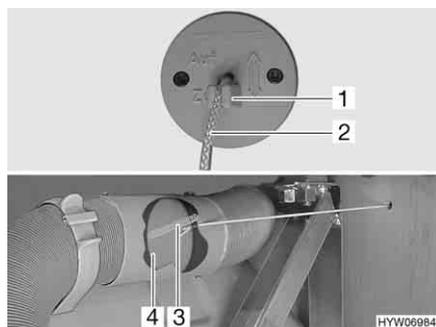

Fig. 158 Impostazione riscaldamento
La distribuzione dell'aria calda per la mansarda può essere aperta e chiusa mediante l'impostazione riscaldamento (Fig. 158).
- Tirare in fuori la cordicella (Fig. 158,2) finché non si incontra una leggera resistenza e fissare la cordicella nel fermo (Fig. 158,1).
Lo sportello (Fig. 158,4) è chiuso.
- Sganciare la cordicella (Fig. 158,2) dal fermo (Fig. 158,1) e riportarla lentamente nella posizione originaria.
Lo sportello (Fig. 158,4) viene aperto dalla molla (Fig. 158,3).